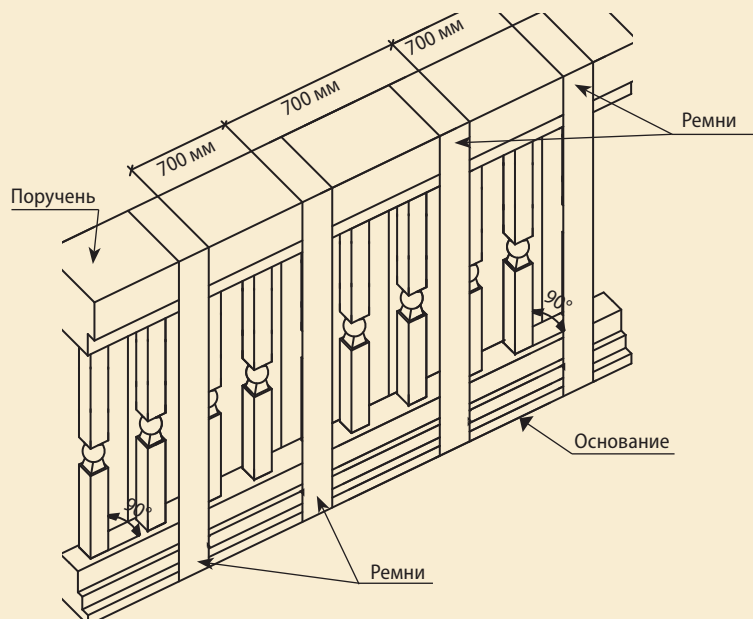

Рис. 2.4
2.6. Нанесите на нижний торец балясин клей. Установите балясины в отверстия на основаниях. Верхние торцы балясин покройте слоем клея. Совместите выпуски труб из балясин с отверстиями на нижней стороне поручня. Стяните поручни и основания широкими ремнями через каждые 700 мм. Клей необходимо наносить с избытком, так чтобы он вышел из стыка (рис. 2.4).